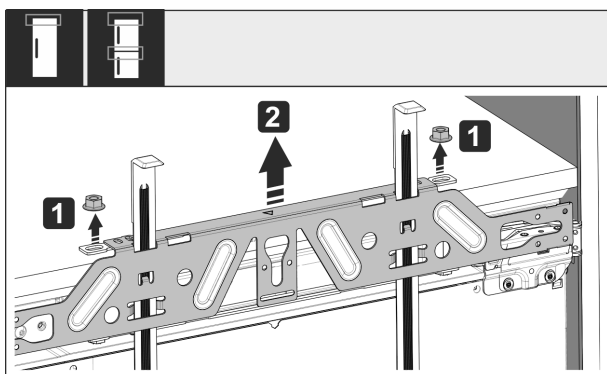

Fig. 54
- Povolte pojistné matice Fig. 54 (1).
- Sejměte upevňovací příčník Fig. 54 (2).